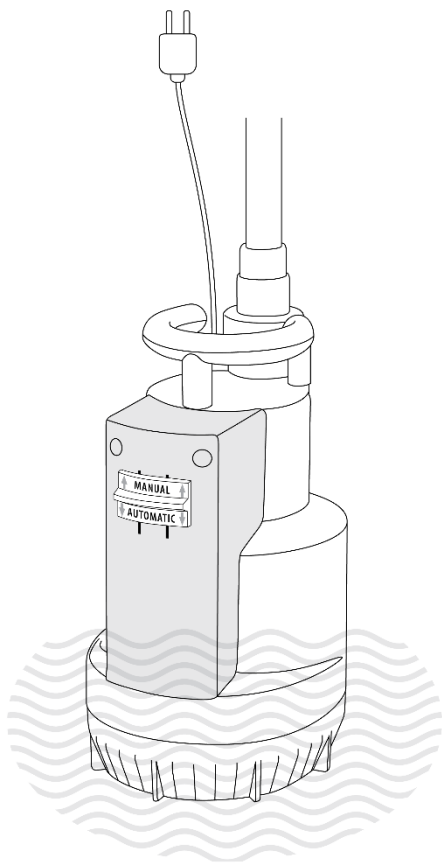

Fig. 1
- Wanneer de schakelaar in de bovenste positie staat (manueel), zal de pomp continu blijven draaien, zonder te stoppen. Om de pomp uit te schakelen moet de gebruiker de schakelaar terug naar beneden zetten of de stekker uit het stopcontact halen (Fig. 1).